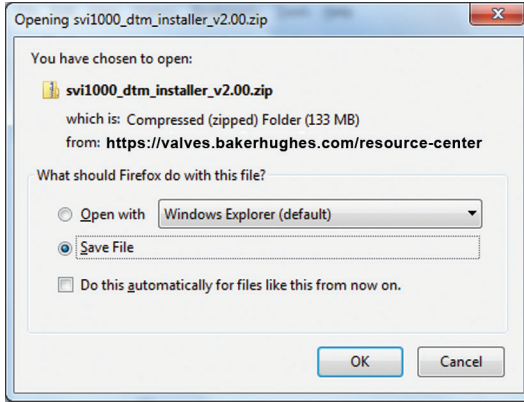

Figura 29 - Diálogo de apertura
2. Seleccione **Descargar** debajo de SVi1000 DTM y aparece la Figura 29.